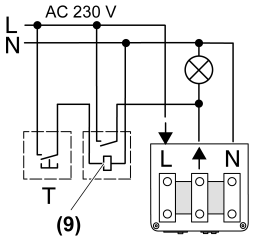

Figure 8: Montage en parallèle avec automate d'éclairage d'escalier et commutateur à impulsion
L'éclairage est activé soit par les automates d'éclairage d'escalier (9), soit par le module de puissance en combinaison avec des détecteurs radio (figure 8).